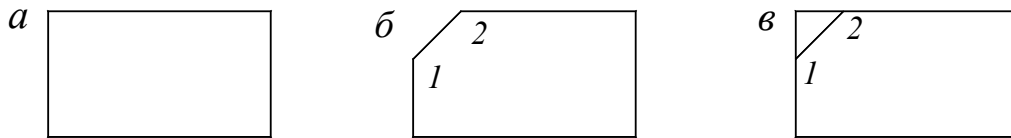

Рис. 3.11. Побудова фаски: *а* – до побудови; *б* – після виконання побудови з обрізуванням; *в* – після виконання побудови без обрізуванням
Показують другий відрізок (2) і на прямокутнику будується фаска (рис. 3.11).